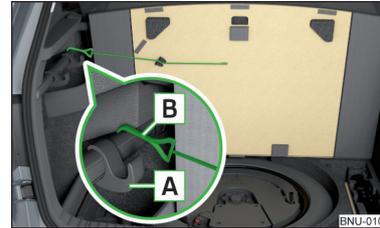

Abb. 143
- Den vorderen Haken **A** über die Leiste so weit wie möglich nach vorn verschieben und bis zum Anschlag herunterklappen » Abb. 143.